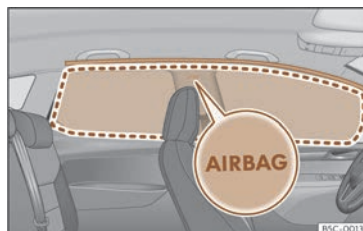

Fig. 36 Amplasarea airbagurilor pentru protecția capului.
Airbagurile pentru protecția capului se află în ambele părți ale habitaculului, deasupra ușilor >>> **fig. 36** iar amplasarea lor este indicată prin cuvântul „AIRBAG”.
Zona în chenar este acoperită de airbagul pentru protecția capului, atunci când acesta este declanșat (zona de declanșare) >>> **fig. 36**. De aceea, nu trebuie niciodată să așezați sau să instalați obiecte în această zonă >>> **Δ**.
- Asigurați-vă că sunt corect așezați copiii în saunele lor și că capetele lor nu se află în zona de declanșare a airbagurilor pentru protecția capului >>> **fig. 36**, deoarece airbagurile declanșate i-ar putea lovi și le-ar putea cauza răni severe.